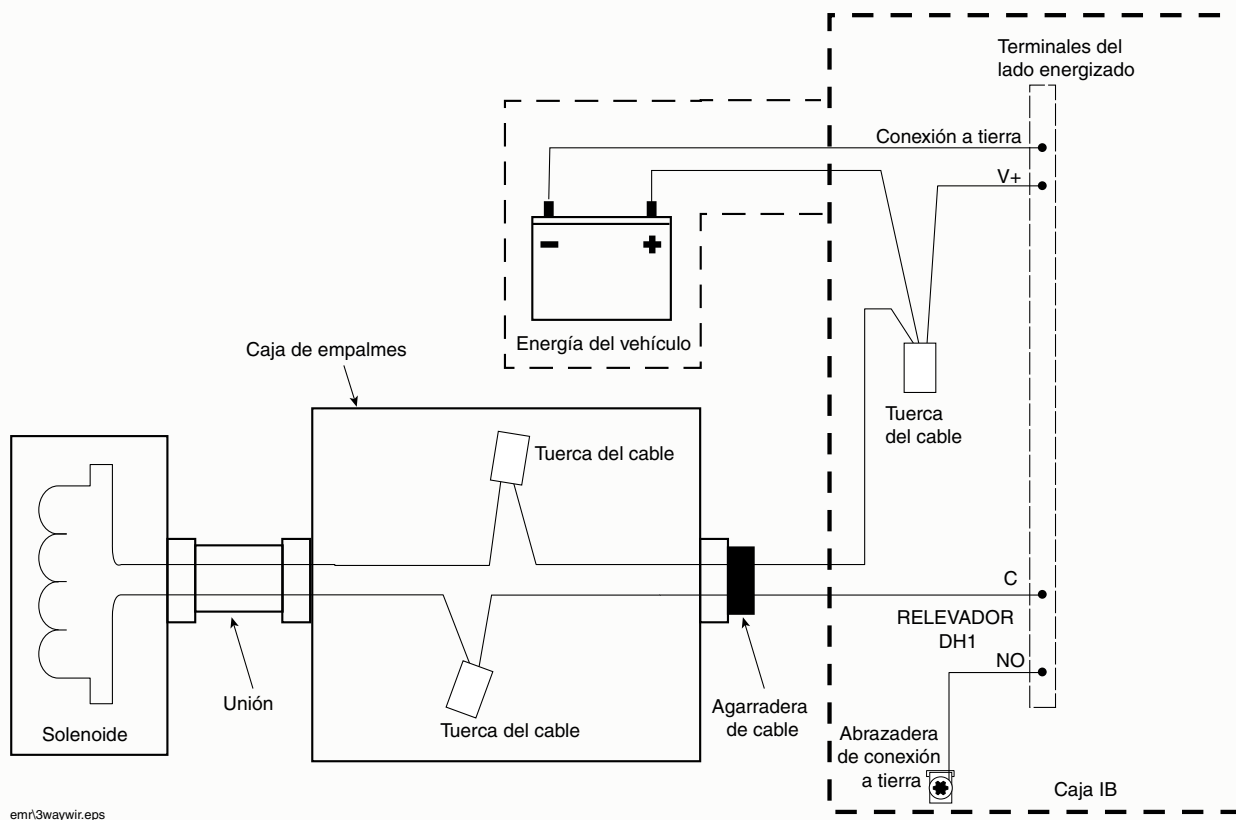

Figura 21. Conexión de la válvula de 3 vías a la caja de interconexión (IB)
- En la caja IB, conecte el solenoide de la válvula de 3 vías al terminal C del relevador de flujo simple del panel de visualización 1 como se muestra en la figura 21.